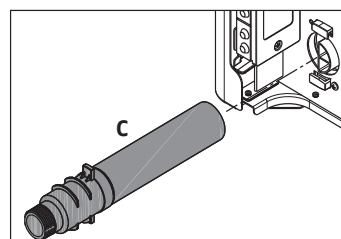

fig. 5
- Sfilare la parte interna (C) del sifone come indicato in fig. 5